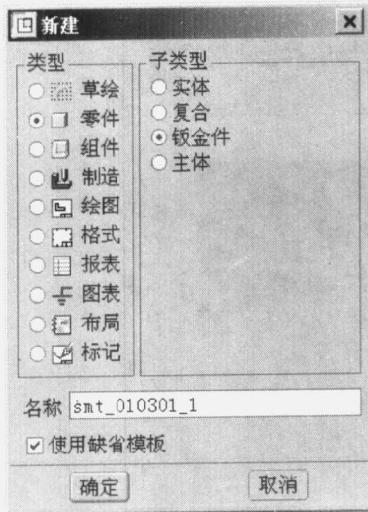
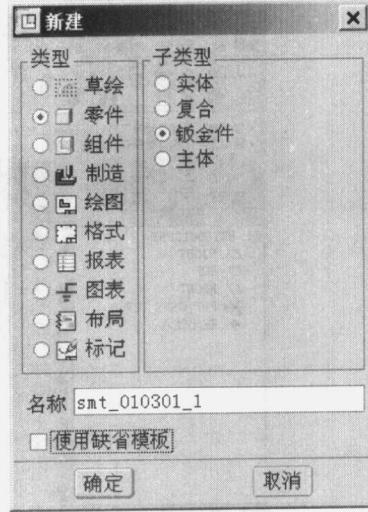
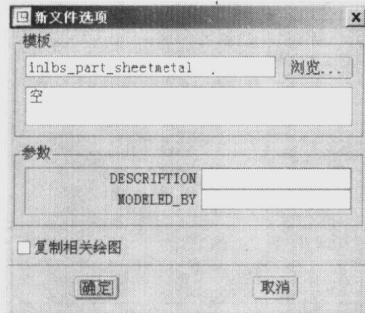
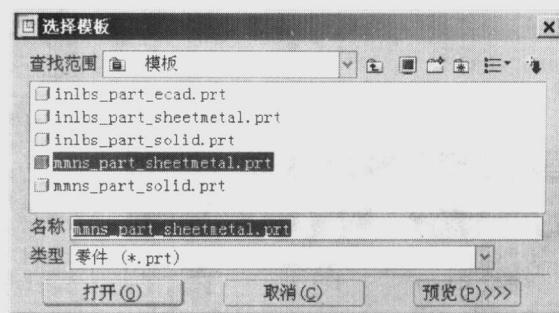

图 1-7
图 1-8
图 1-9
图 1-10
(3) 对话框中“类型”不变，仍为“零件”，子类型选取“钣金件”设计方式。
(4) 在“名称”栏中输入相应的文件名“smt\_010301\_1”，如图 1-7 所示（也可以采用默认的文件名，如：“prt0001”）。
(5) 如果在 config.pro 文件中设置了“template\_sheetmetalpart mmns\_part\_sheetmetal.prt”，可在图 1-7 中直接单击“确定”按钮，本人强烈建议使用这种方法。否则，单击“使用缺省模板”所在行，从而去掉左边方框中的勾，如图 1-8 所示，再单击“确定”按钮，在弹出的“新文件选项”对话框（如图 1-9 所示）中单击“浏览”按钮，再在弹出的“选择模板”对话框中选择模板为“mmns\_part\_sheetmetal.prt”，如图 1-10 所示，其目的是设置